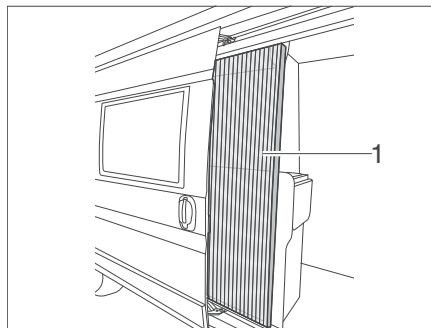

Bild 17 Insektenschutz (Abb. ähnlich)
- Schließen:** ■ Insektenschutz an der Leiste (Bild 17,1) ganz herausziehen.
- Öffnen:** ■ Insektenschutz an der Leiste (Bild 17,1) in Ausgangsstellung zurückschieben.